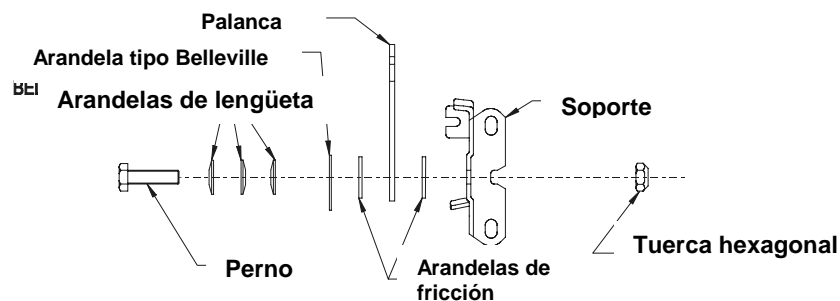

FIGURA 13
- La tensión de la palanca del acelerador se puede ajustar, apretando el perno del pivote de la palanca, el cual esta ubicado bajo la consola (Vea Figura 13)